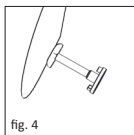

fig. 4
■ **fig. 4** Partea tip ștampilă a separatorului servește în cadrul măsurătorii la așezarea pe baza oscioarelor auditive. Partea în formă de taler este prevăzută pentru așezarea spre timpan. Grosimea grefei (ex. strat de cartilaj) care servește mai târziu drept căptușeală inferioară pe timpan, trebuie luată în considerare la calcularea lungimii protezei. Dacă s-a găsit lungimea optimă, atunci lungimea corespunzătoare poate fi reglată / selectată la proteza totală.